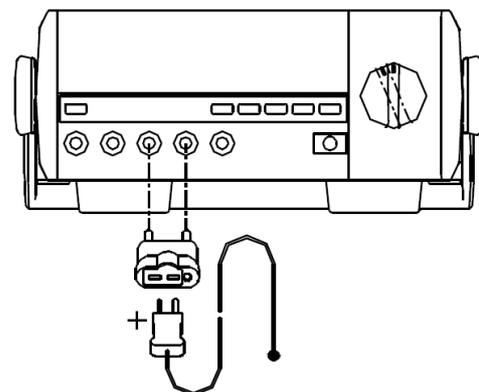

Рисунок 10
H. Измерение температуры (см. рисунок 10)